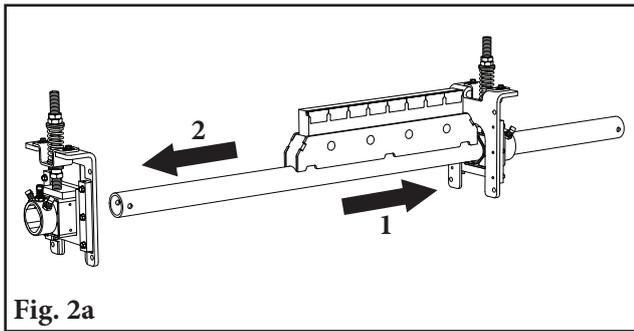
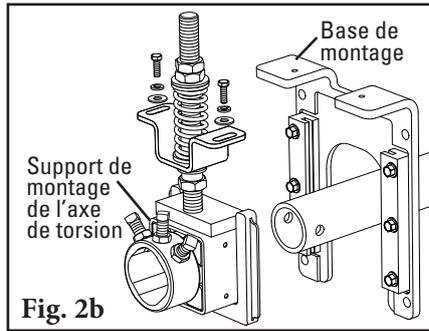

Fig. 2a
Fig. 2b
2. **Installez l'axe.** Faites glisser l'axe dans l'un des montages d'axe de torsion sur la longueur nécessaire, puis placez l'autre extrémité dans le montage opposé (Fig. 2a). Si l'espace n'est pas suffisant, retirez l'un des montages de la base de montage, faites glisser l'axe dans celle-ci et réassemblez (Fig. 2b).